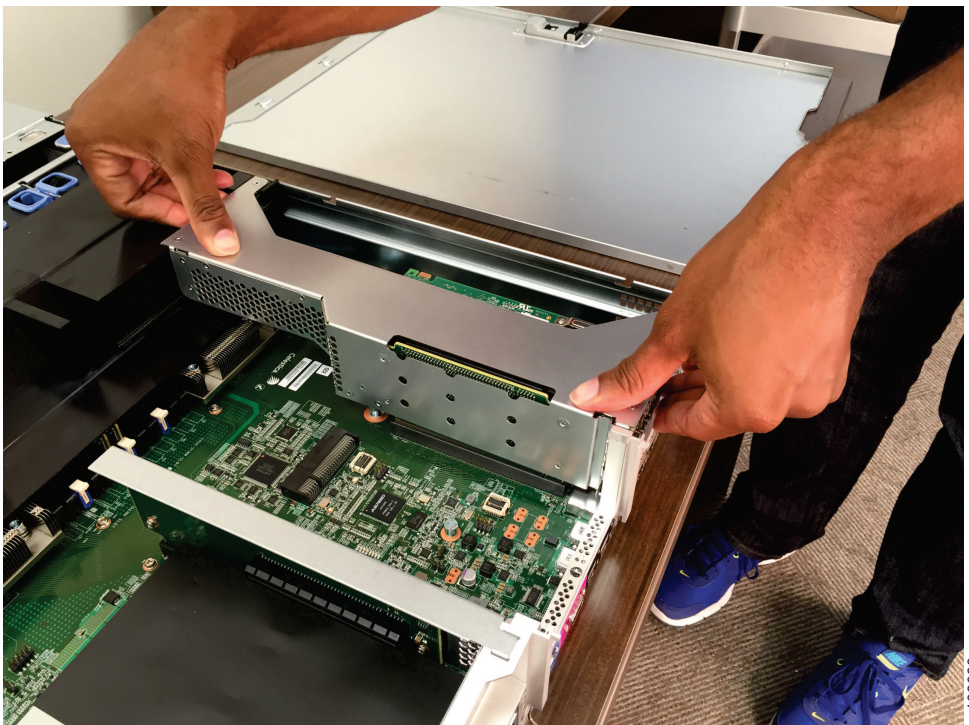

図 151. PCI ライザー・カード・アセンブリー 1 の交換
3. 187 ページの図 151 に示すように、アセンブリーを押し下げて、各ライザー・カード・アセンブリーがシステム・ボード上のライザー・カード・コネクターに完全に収まったことを確認します。